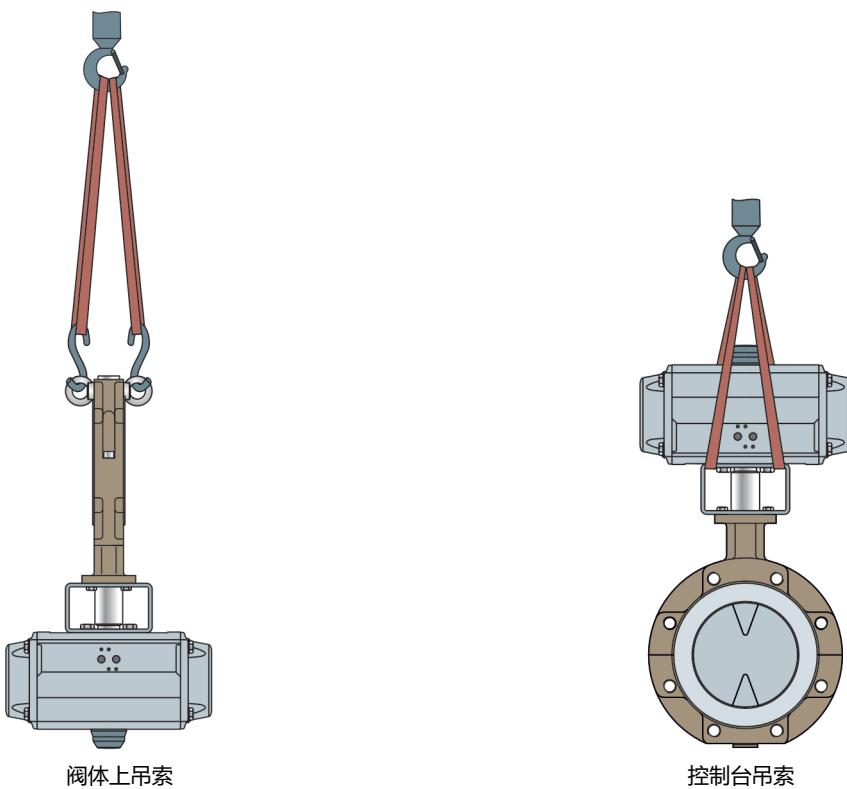

图 4-1: BR 10e 蝶阀提升点
- ⇒ 使用带有安全夹的挂钩作为悬吊元件，以防吊索在提升和运输期间滑离挂钩，请参见 图 4-1。
- ⇒ 将吊索扣紧到起重机或叉车的每个悬吊元件 (例如, 挂钩), 请参见图 4-1。
- ⇒ 将吊索扣紧到起重机或叉车的托架和悬吊元件（例如，挂钩），请参见图 4-1。在执行此操作时，请检查承载量和吊索长度，以确保安全。